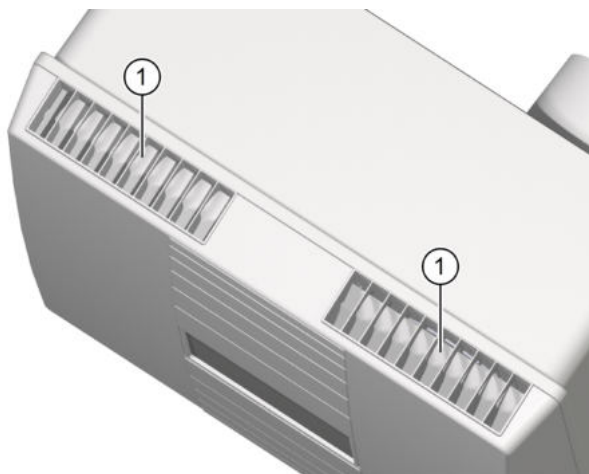
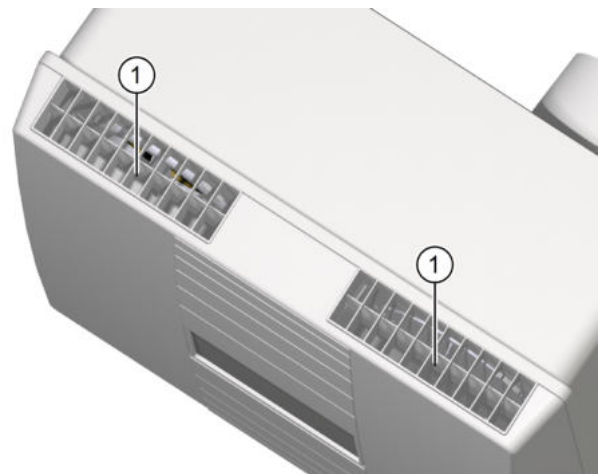

Abb. 15: Luftklappen geschlossen
Abb. 16: Luftklappen geöffnet
- ▶ Überprüfen Sie die Stellung der Luftklappen (siehe Abb. 15 und Abb. 16) an der Abluft- und Zuluftöffnung.
- Ist das Lüftungsgerät ausgeschaltet oder stromlos, sind beide Luftklappen geschlossen (siehe Pos. 1 in Abb. 15).
- Beim Einschalten öffnen sich beide Luftklappen (siehe Pos. 1 in Abb. 16).